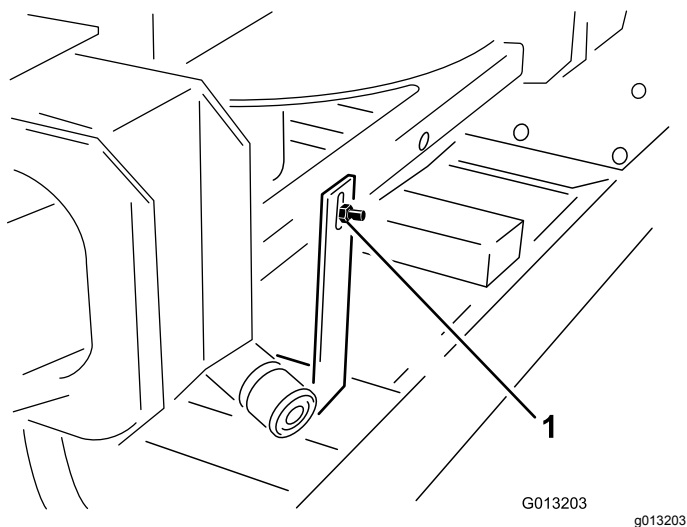

Figura 3
2. En la parte trasera del doble rotor, retire el perno y la tuerca que sujetan el soporte de transporte del dispositivo de izado de la máquina al doble rotor (Figura 3).